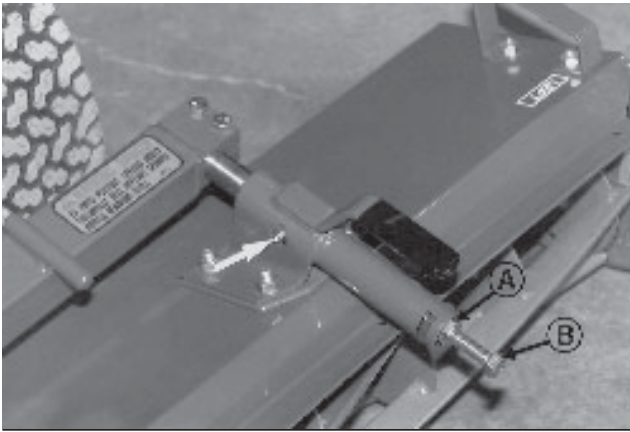

Fig.25
- A GELENK DER VORDEREN SCHNEIDEEINHEIT - (2 STELLEN) ABB.25. (Siehe vorige Seite)